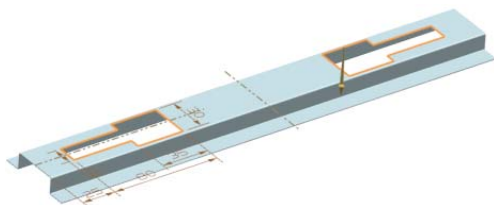

图 11-133 预览所创建的法向除料特征
(4) 在视图区预览所创建的法向除料特征，如图 11-133 所示。